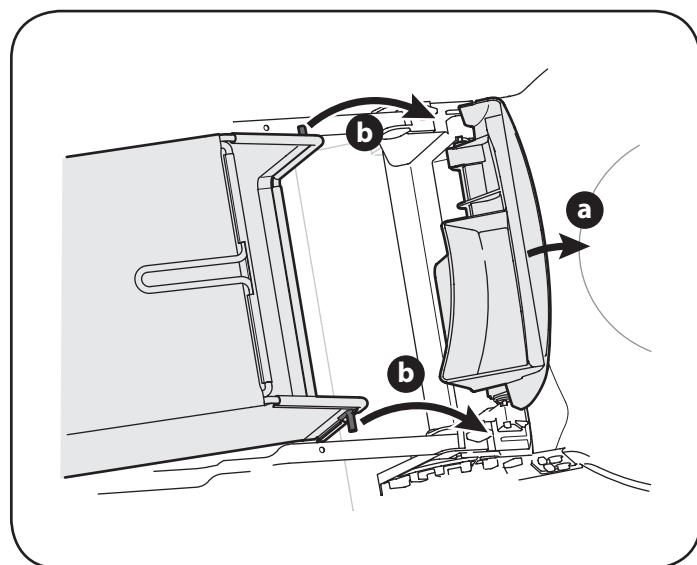

Figura 8
- Lugar de colección de césped en las ranuras en el mango entre corchetes como se muestra en la Figura 8. Suelte la puerta de descarga de modo que descansa sobre el colector de césped.